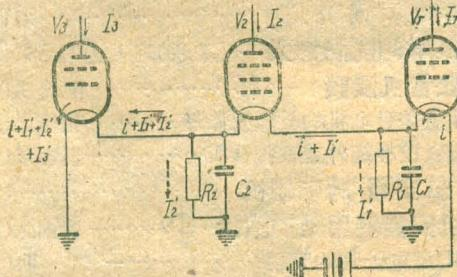

图 1
69. 为什么有许多灯丝串联的直流或交直流动收音机中的灯丝与地间常接一电阻和电容(如图 1), 是干什么用的?
答: 因为灯丝串联的电路中流过灯丝的除灯丝电流以外还有屏流。例如若图 1 中没有  $R_1$ ,  $R_2$  等电阻, 那末流过  $V_2$  灯丝的电流除了灯丝电流  $i$  外, 还有  $V_1$  屏流的一部分 ( $I'_1$ ), 流过  $V_3$  灯丝的电流除  $i+I'_1$  外, 还加上  $V_2$  屏流的一部分  $I'_2$ , 即  $i+I'_1+I'_2$ 。这就使  $V_2$ ,  $V_3$  的灯丝很快地烧断。现在若接上  $R_1$  及  $R_2$  等电阻后, 使  $I'_1$  及  $I'_2$  等经过这些电阻漏泄入地。故  $R_1$ ,  $R_2$  又称分流电阻。电容器  $C_1$ ,  $C_2$  是使屏流中的音频成分旁路用的。